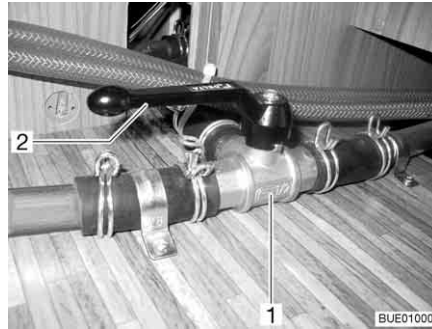

Fig. 194 Valvola a 3 vie
- Posizionare la leva (Fig. 194,2) della valvola a 3 vie (Fig. 194,1) parallela alla direzione di flusso diretta (Fig. 194).
- Posizionare la leva (Fig. 194,2) della valvola a 3 vie (Fig. 194,1) trasversale alla direzione di flusso diretta.